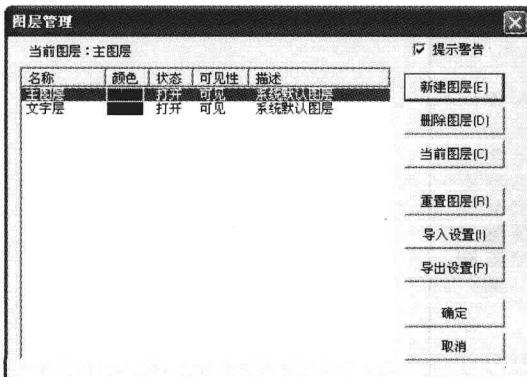

图1-7 “图层管理”对话框
① 选择“设置”→“层设置^④”命令，弹出“图层管理”对话框，如图1-7所示。